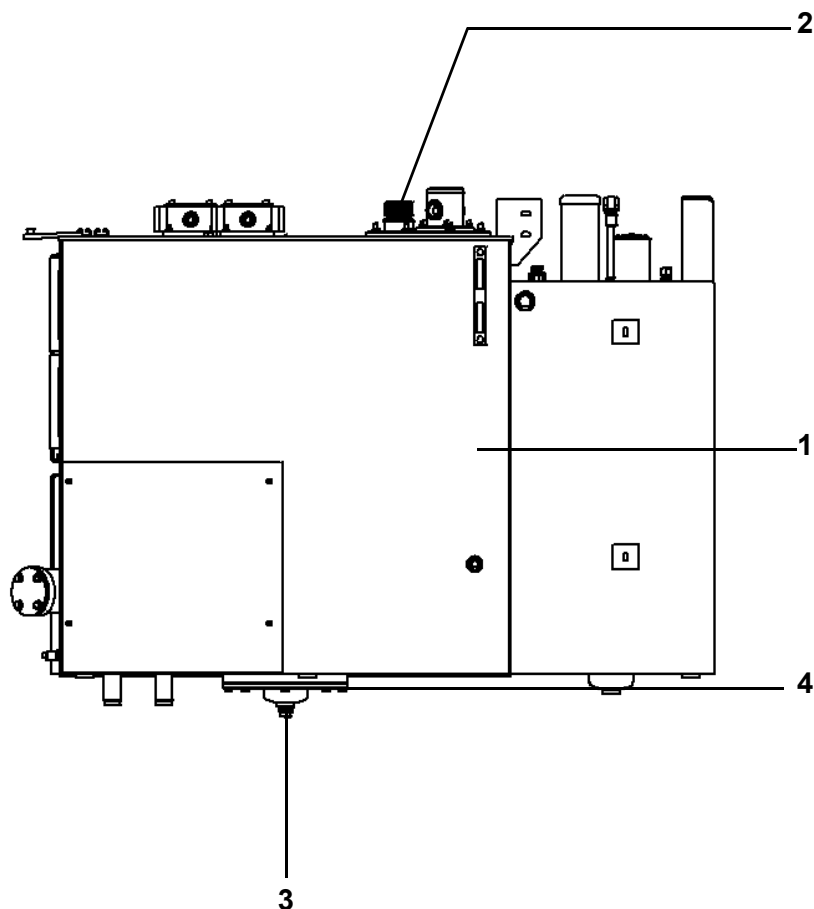

Fig. 17 Tanque de óleo hidráulico
7	Solte o bocal do dreno (3) na Fig. 17 na parte inferior do tanque e recolha o óleo usado no recipiente.
8	Solte os oito parafusos Allen (4) na Fig. 17 e retire a tampa.
9	Limpe a tampa, o bocal do dreno e o interior do tanque hidráulico (1) na Fig. 17.
10	Fixe a tampa e vede usando os quatro parafusos Allen (4) na Fig. 17.
11	Ajuste o parafuso do bocal do dreno (3) na Fig. 17 e vede.
12	Solte a tampa (2) na Fig. 17 do gargalo de enchimento de óleo.